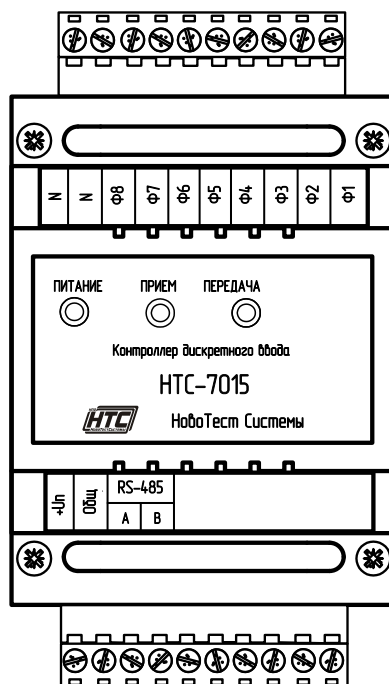

Рисунок 1. Внешний вид Модуля дискретного ввода 220В НТС-7015.
- 1.5.1. Внешний вид передней панели контроллера ячейки НТС-7015 приведен на рис. 1.